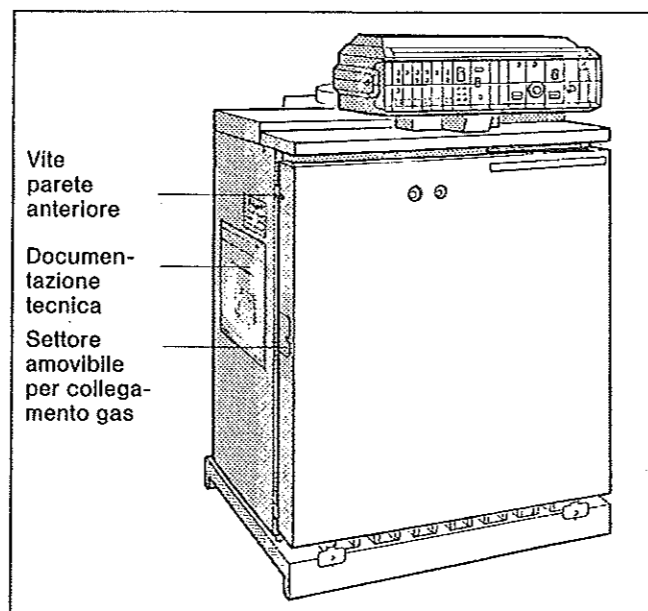

Fig. 19: G_324 LZ
- Per il collegamento del gas sono previsti due ritagli su entrambi i lati della caldaia. Uno di questi è stato coperto nella fase di fabbricazione. Qualora il collegamento del gas dovesse avvenire attraverso il ritaglio coperto, se ne sviti la copertura e si copra con la stessa il ritaglio sul lato opposto (Fig. 19).
- Avvitare le viti di sicurezza che si trovano sulla sinistra e sulla destra della parte superiore del pannello frontale della caldaia (Fig. 19).
Fissare con le due viti a corredo la busta trasparente con la documentazione sul lato della caldaia più conveniente (Fig. 19).